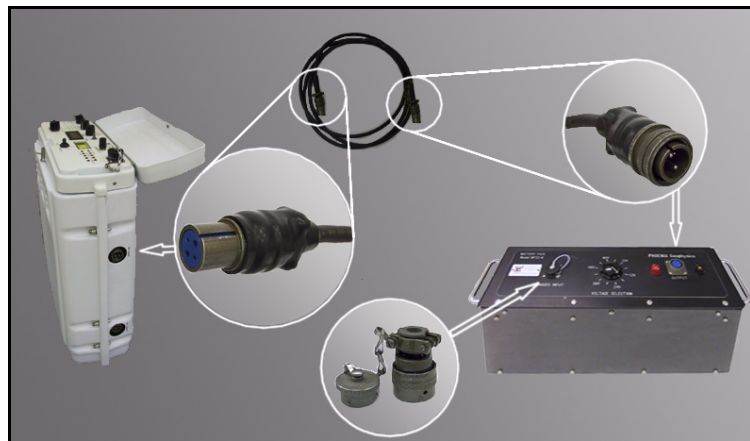

Figura 2-2: Conexiones del cable de CC y el selector de voltaje.
El paquete de baterías BP24/72 opcional se suministra con un cable de entrada de CC para uso en aplicaciones de bajo voltaje. El cable termina en un conector hembra de cuatro clavijas enchavetado en el extremo que va al equipo T-3 y un conector macho de cuatro clavijas en el extremo que se enchufa a las baterías (Figura 2-2). El paquete de baterías BP24/72 puede suministrar al equipo T-3 12V para el control y un voltaje variable para la transmisión.
Para establecer el voltaje máximo de salida del paquete de baterías BP24/72 (Figura 2-2):
1. Localice el conector DC INPUT que se encuentra en el lado derecho de la cubierta del equipo T-3, cerca de la parte superior (consulte la Figura 2-2 en la página 10).